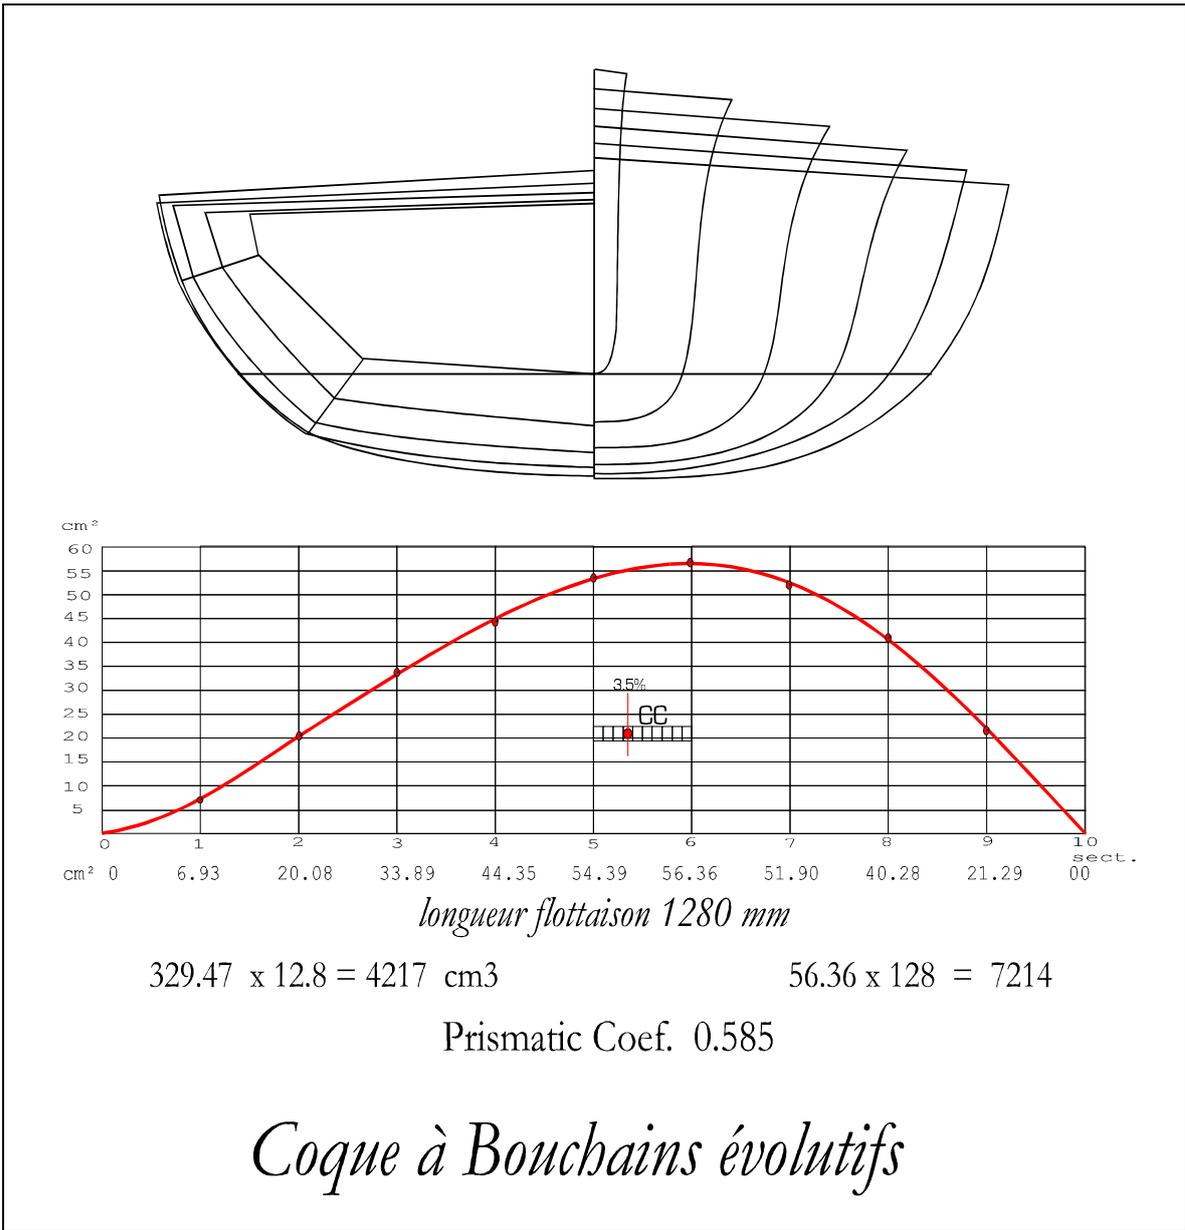

Fig. 79
4. Coques à bouchains évolutifs - Fig. 79